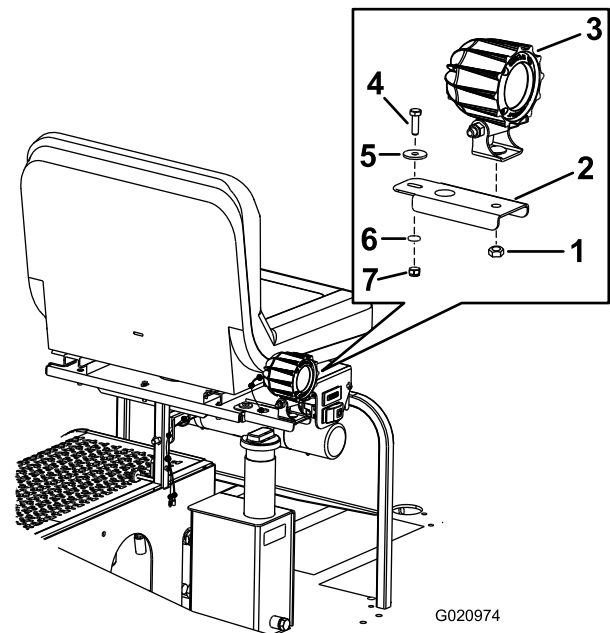

Figura 1
1. Alinee el soporte de montaje de la luz con los taladros situados en el lado izquierdo del reborde de la base del asiento (Figura 1).
2. Alinee la base de la luz LED de la izquierda con el taladro del soporte de montaje de la luz (Figura 1).
- Coloque la base de la luz LED del lado izquierdo en el taladro y sujételo al soporte de montaje apretando la contratuerca (5/16 pulgada), según se muestra en Figura 1.
- Introduzca el perno de cabeza hexagonal (M6 x 20 mm) en la arandela (1/4 x 7/8 pulgada), según se muestra en Figura 1.
- Introduzca el perno de cabeza hexagonal (M6 x 20 mm) y la arandela (1/4 x 7/8 pulgada) en el soporte de montaje de la luz (Figura 1).
- Coloque la arandela (M6 x 20 mm) en el extremo del perno de cabeza hexagonal (M6 x 20 mm) y apriétela con la contratuerca (M6), según se muestra en Figura 1.